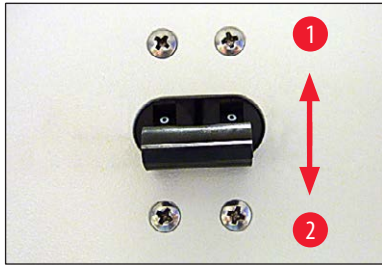

图 12
- 开关必须处于顶部位置(开关位置1)(→"图 12")才能接通断路器(→图 12-1)。
- 用断路器(→"图 12")开启仪器。仪器此时进行初始化。